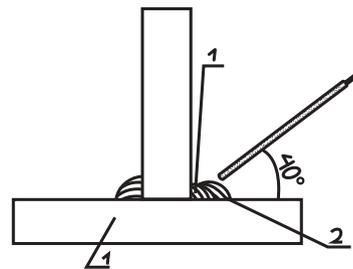

Figura 11
b. Deposite el segundo cordón inclinando el electrodo conforme a la figura 11.